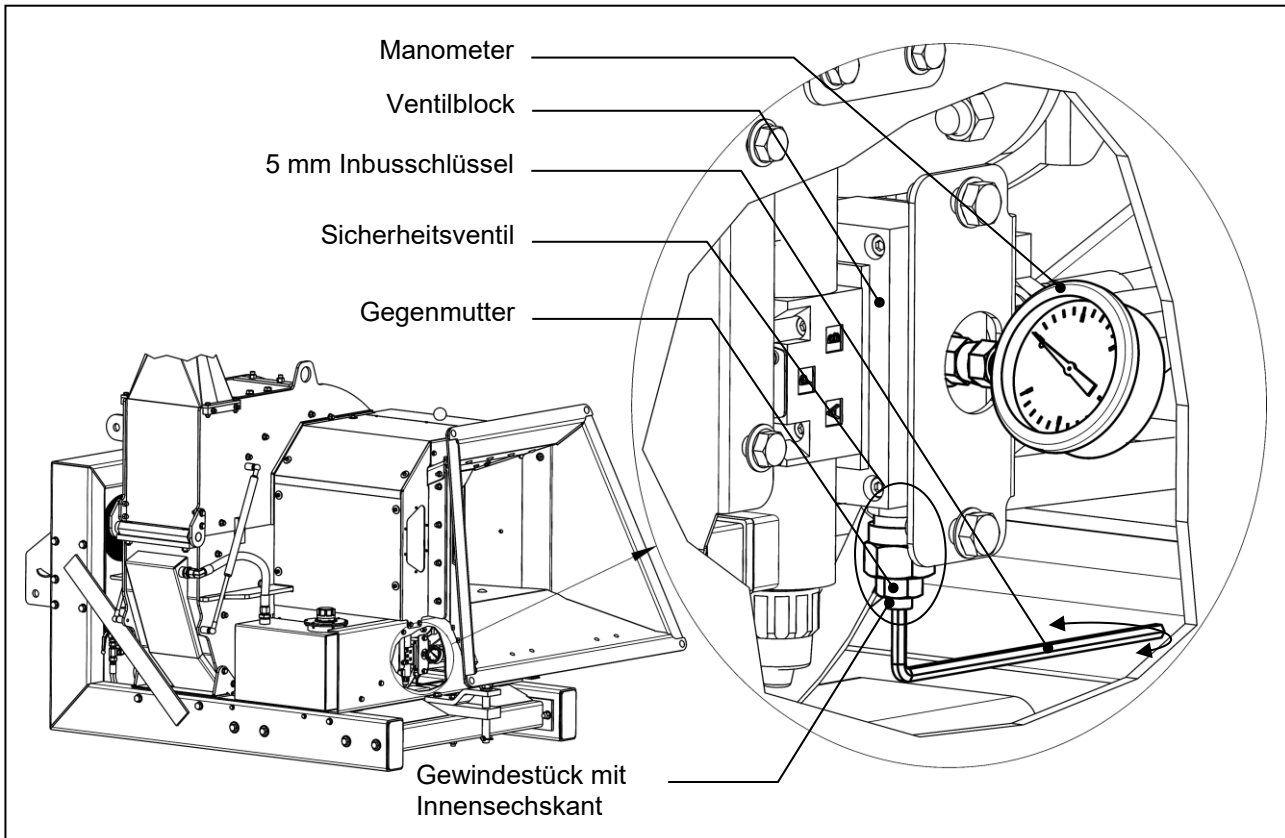

Abbildung 43: Einstellung des Sicherheitsventils auf dem Ventilblock
Manchmal kann es erforderlich sein, den zulässigen Hydraulikdruck mit Hilfe des Sicherheitsventils am elektrischen Ventilblock, der sich an der hinteren Stoßstange unter dem Trichter befindet, einzustellen (siehe Abbildung 43).
3. Wenn Sie Holz hacken, können Sie den Druck am Manometer ablesen (siehe Abbildung 43). Der Druck schwankt je nach Betriebsbedingungen und **muss** bei Überschreitung von 160 bar reduziert werden.